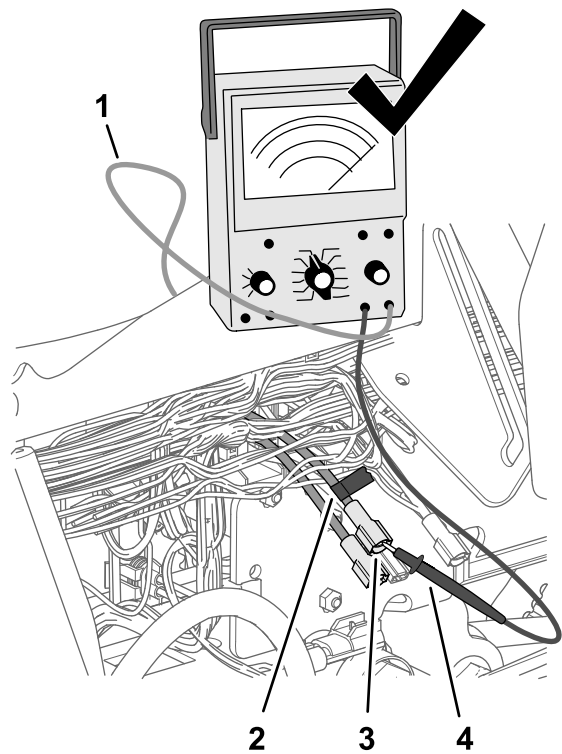

图 188
- 用一条胶带标识在步骤 3 中识别的接头和电线 图 188。